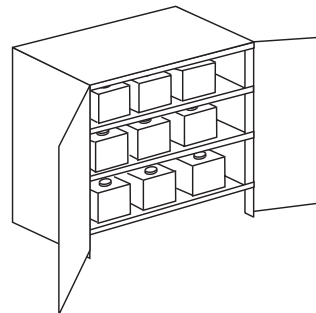

Fig. N22 : Batteries en armoire
- Le mode de pose en armoire (cf. **Fig. N22**), réservé aux batteries étanches est simple à mettre en œuvre, et offre une sécurité maximale.